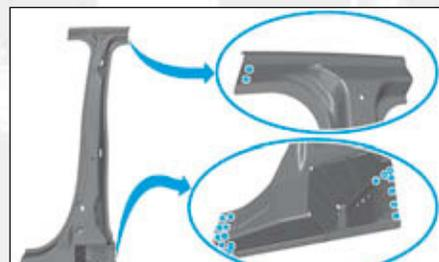

FIG.87
- Percer l'ensemble des points Ø 6,5 mm, pour un soudage ultérieur par points bouchons MAG (Fig.87).